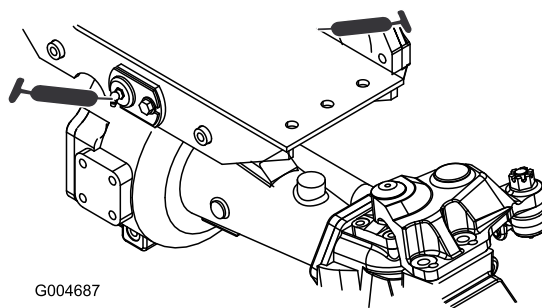

Figure 60
- 2 bagues de pivot d'essieux avant et arrière (Figure 60)